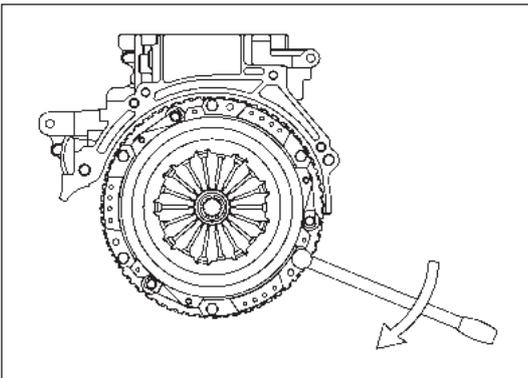

Рис. 14-1-7. Очередность затягивания кожуха сцепления болтами крепления с пружинными шайбами
(2) Симметрично затянуть 6 болтов с пружинными шайбами (M8×18) на маховике, как изображено на Рис. 14-1-7.